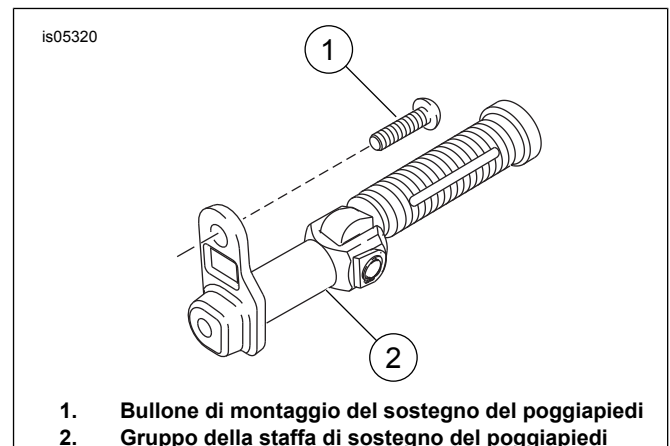

Figura 2. Gruppo della staffa di sostegno del poggiatesta
3. Vedere Figura 2. Sul lato sinistro, rimuovere il bullone di montaggio del sostegno del poggiatesta (1) e la staffa di sostegno del poggiatesta (2). Eliminare il bullone di montaggio.